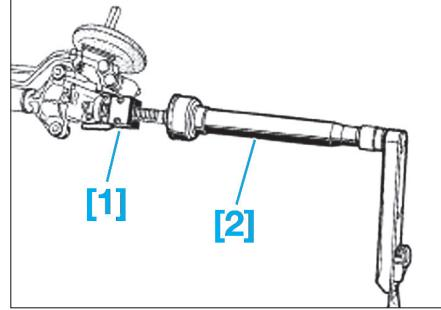

Fig. 11
- [1]. Outil de blocage du barreau de direction (ref : Dir. 1306-03) (**Fig.11**).
- [2]. Outil de dépose-repose de la biellette de direction Ø 35 mm à 41 mm (ref : Dir. 1305-01) (**Fig.11**).
- Mettre en place l'outil [1] sur le barreau de direction (**Fig.11**).